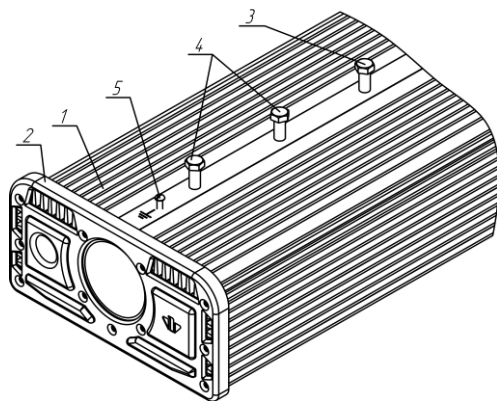

Рисунок 2 Установка светильника
2.2.1. Затяните упорный болт (рисунок 2 поз.3).
2.2.5. Установите светильник на консоль до упора в болт (рисунок 2 поз.3).
2.2.6. Затяните два болта фиксирующие светильник (рисунок 2 поз.4).
2.2.9. Подключите провод внешнего заземления к винту (рисунок 2 поз.5) расположенному на корпусе светильника имеющему маркировку « $\perp$ ».